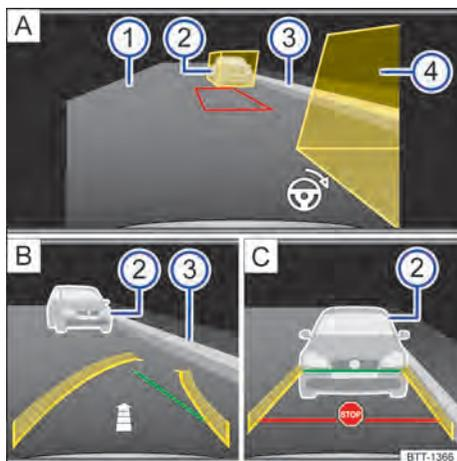

Fig. 184 Exibição do display do sistema Infotainment: câmera de marcha a ré, modo 2.
Legenda para Fig. 184:
6. Posicionar o veículo a uma distância de aproximadamente um metro paralelamente à file de estacionamento, de modo que as caixas de auxílio exibidas reconheçam todos os obstáculos → Fig. 184 ② [A]. Não pode ▶
- Girar o volante até que o trapézio vermelho se movimente entre as caixas de auxílio e até a moldura ficar verde. O posicionamento do trapézio verde pode ser feito por meio da marcação do espaço para estacionamento. Manter o volante nesta posição. O símbolo de volante na margem inferior direita da imagem → Fig. 184 [A] indica ao condutor o movimento do volante necessário durante todo o processo de estacionamento.
- Conduzir para trás vagarosamente sem girar o volante até que seja exibido o símbolo para parar. **OU:** até que a guia lateral verde curva coincida com o limite lateral da vaga de estacionamento, por exemplo, meio-fio (3). Uma seta → Fig. 184 [B] indica, dependendo da quantidade de segmentos representados, o trecho aproximado para trás que ainda deve ser conduzido.
- Conduzir mais para trás vagarosamente até que seja exibido o símbolo para parar → Fig. 184 [C]. **OU:** parar o veículo, o mais tardar, ao atingir a guia vermelha de